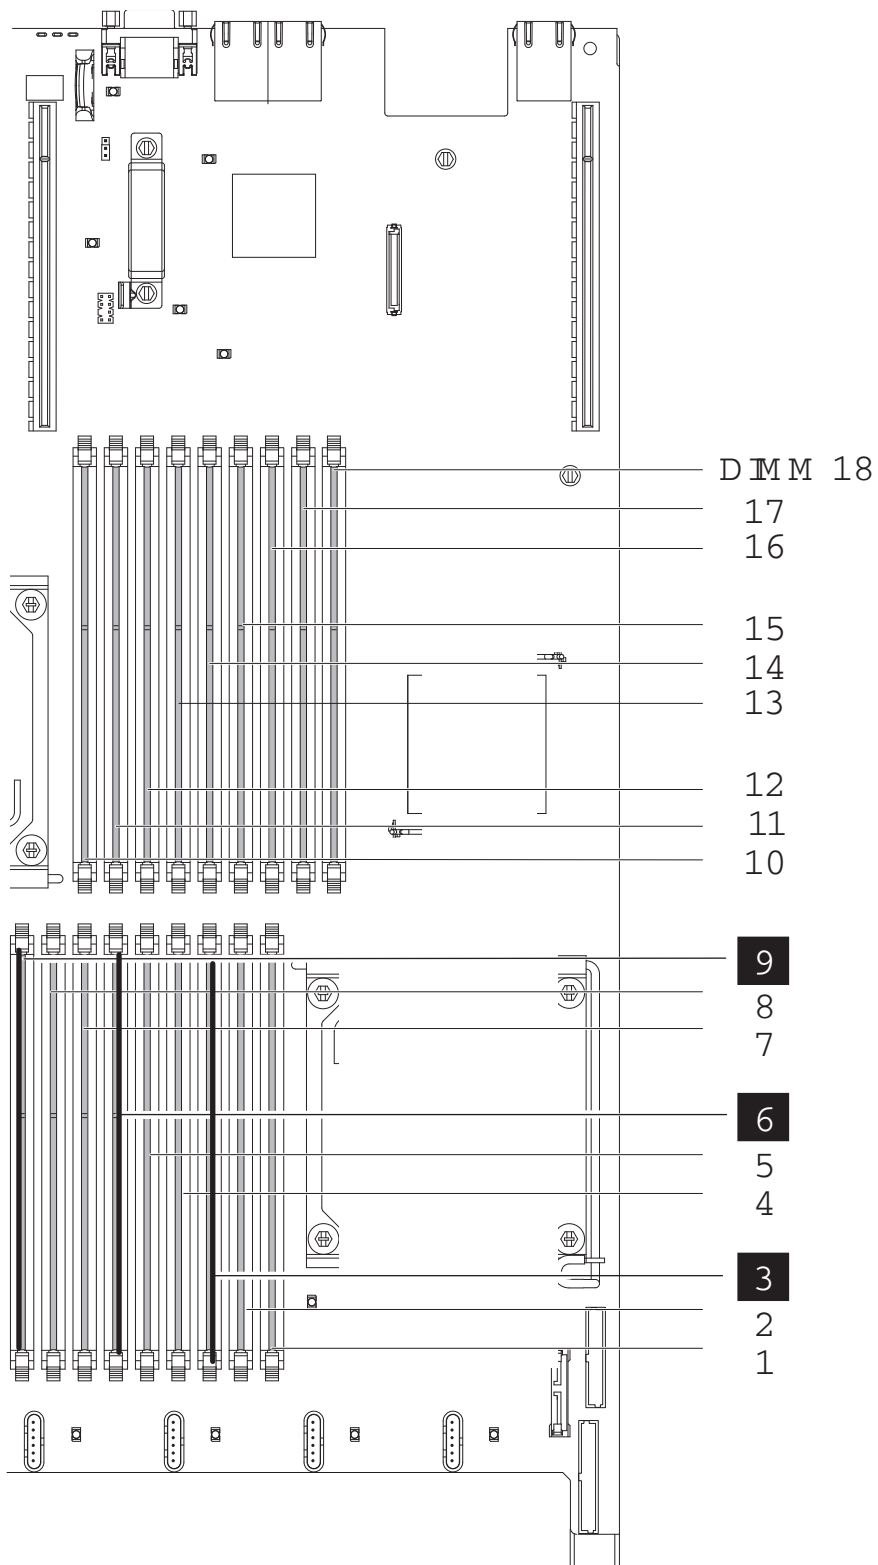

Figura 111. Localizando os Módulos de Memória do SAN Volume Controller 2145-CG8
- O nó SAN Volume Controller 2145-CG8 usa três módulos em slots DIMM. **3**, **6** e **9**, conforme mostrado em Figura 111 na página 142.